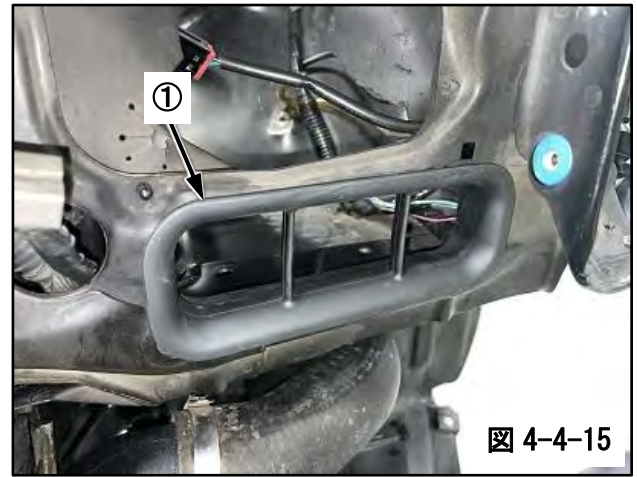

図 4-4-15
(15) ①エアダクトインシュレータ A を取付けてください。(図 4-4-15)